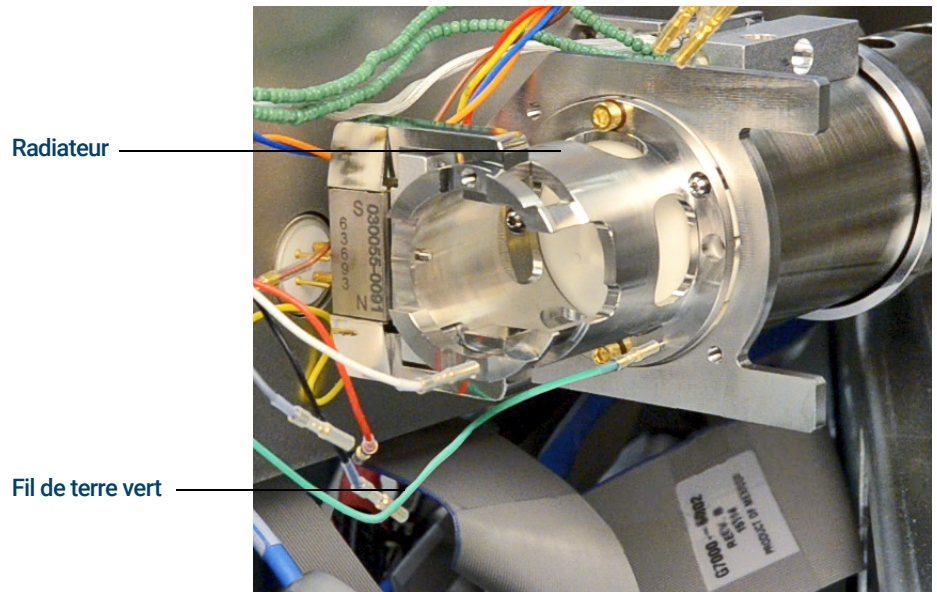

Figure 74. Radiateur de la source à CI
- 2 Brancher le fil de terre vert au radiateur. (Voir Figure 74.)